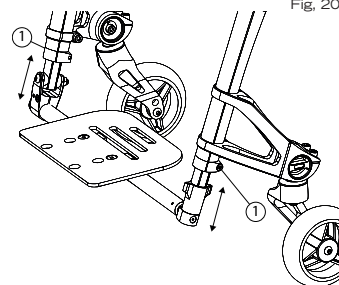

Fig. 20
- Allentate la vite (1) (Fig. 20).
- Stringete la vite (1) fermamente.